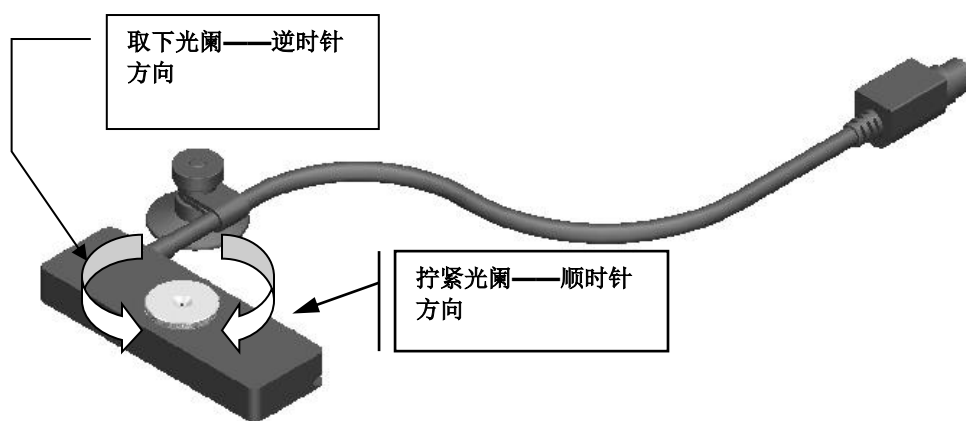

图 5 LED 传感器光阑
5.1.3 要安装光阑，啮合螺纹，并用手顺时针方向拧紧光阑，直到感到正向力。（请勿过度拧紧或使用机械工具）。请参考图 5。